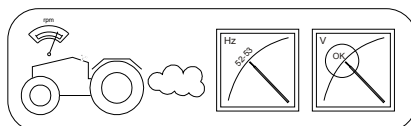

fig. 4c
7. Augmenter graduellement le nombre de tours, jusqu'à ce que le fréquencemètre indique 52-53 Hz, et vérifier que la tension à vide mesurée par le voltmètre est correcte (fig. 4c).